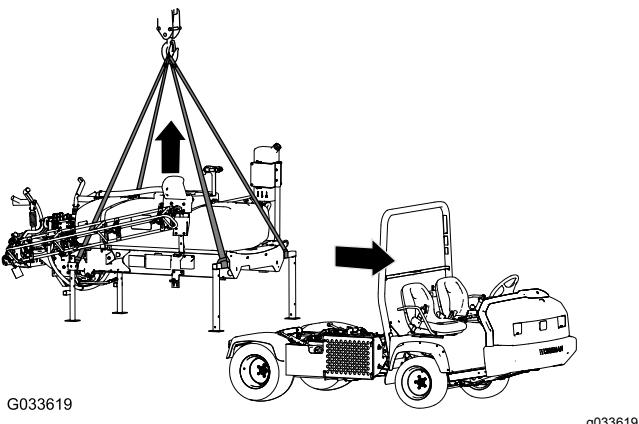

Figura 132
1. Abbassate le barre a circa a 45° poi ruotatele in avanti (Figura 132).
5. Collegate l'attrezzatura di sollevamento ai tubi orizzontali dei cavalletti anteriori e al palo verticale dei cavalletti posteriori (Figura 132).
7. Sollevate il telaio di supporto del serbatoio dalla macchina ad altezza sufficiente per liberare completamente il telaio di supporto dalla macchina (Figura 132).